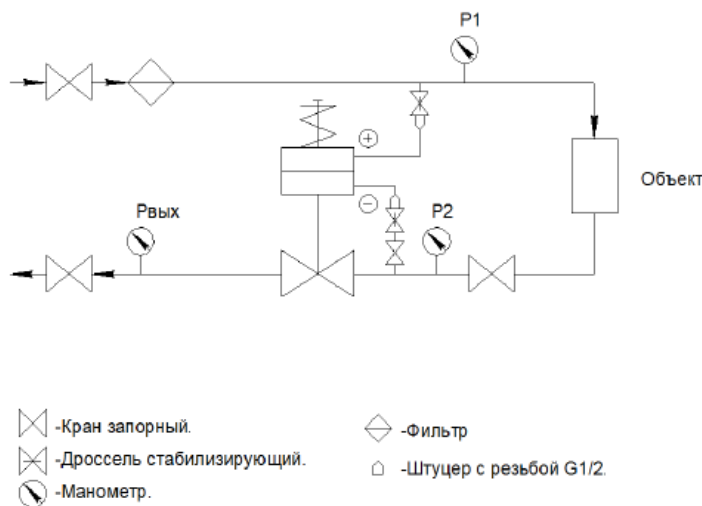

Рис. 4
- установить два штуцера из комплекта регулятора на подающий и обратный трубопроводы согласно схеме подключения регулятора (рис. 4) в местах, удобным для подсоединения импульсных линий. Штуцеры вкручиваются в запорные краны (внутренняя резьба G 1/2) на отводах трубопровода;